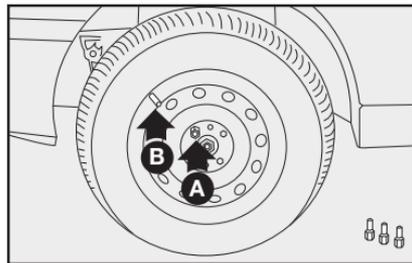

fig. 21
8) Atarraxar apenas um dos parafusos **A-fig. 21**, em correspondência com a válvula de enchimento **B**;